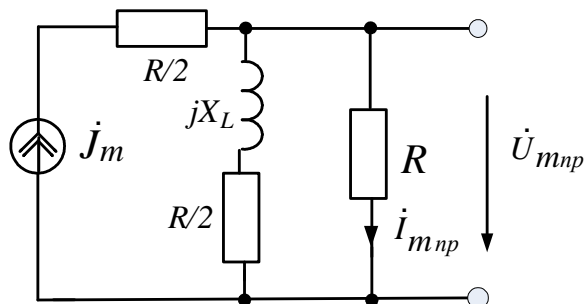

Рис. 25. Схема для расчета принужденной составляющей
5. Расчет принужденной составляющей ведем с помощью комплексной схемы замещения цепи после коммутации для амплитудных значений (рис.25).